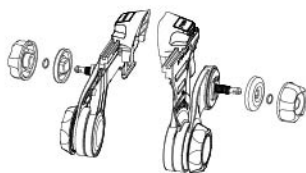

Abb.13
- Schrauben Sie den Hauptverbindungs-knopf jedes Adapters ab (siehe Abb.13).